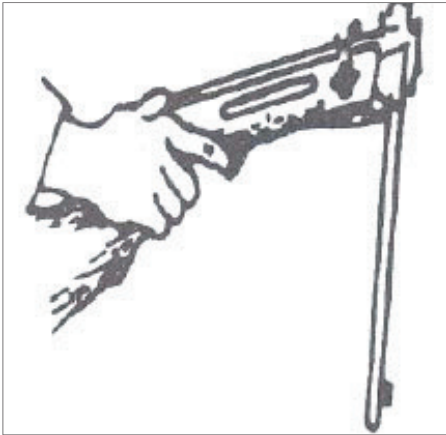

Abb. 2
3. Legen Sie mit der linken Hand eine Kugel in die Kammer und kippen – Sie den Lauf langsam wieder nach oben, bis er einrastet (siehe Abbildung 2).